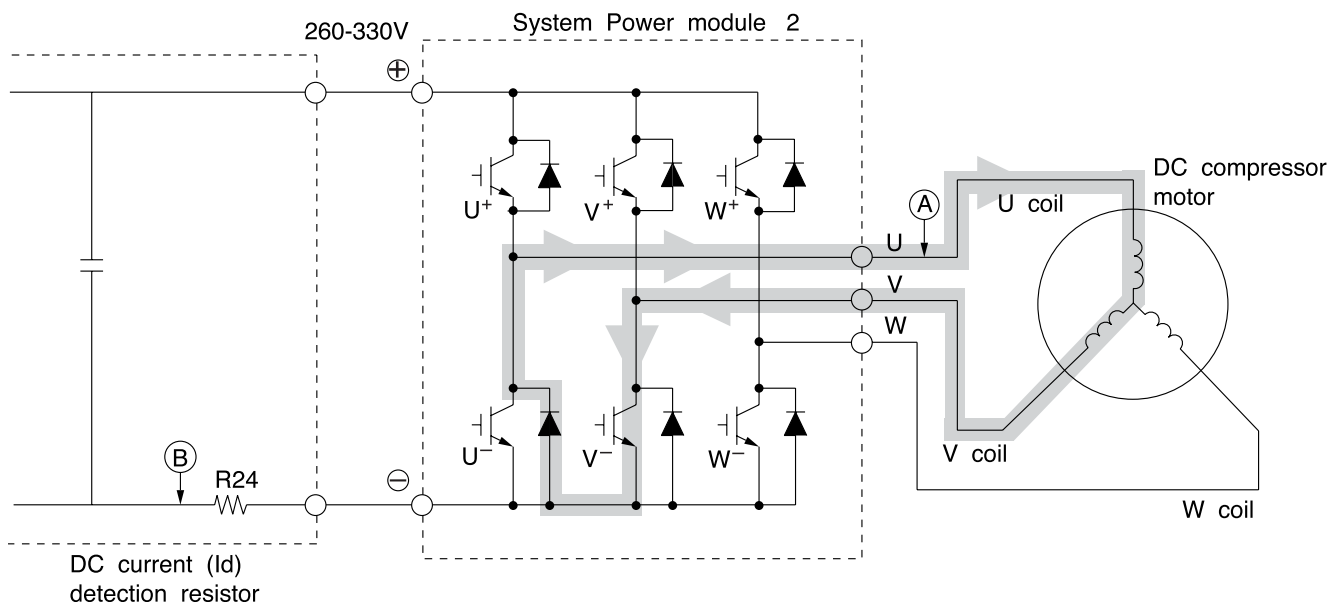

Fig. 3-4 Power module circuit (U⁺ is ON, V⁻ is ON)
- (1) Quand le transistor de U⁺ est sur OFF : (par inductance de la bobine du moteur) bobine U → bobine V → transistor V⁻ → diode de retour → point ⑥ (Fig. 3-4)